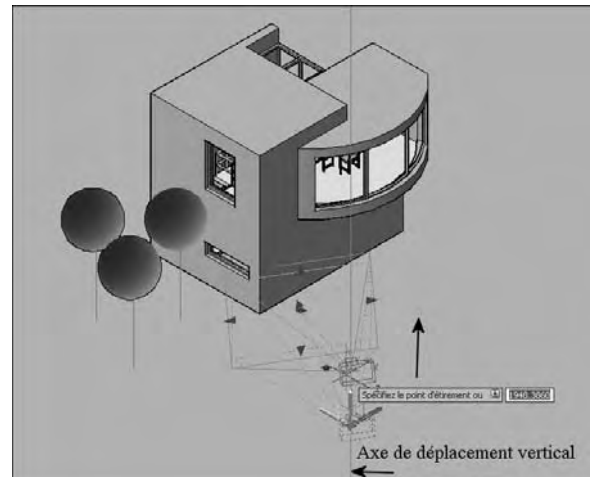

Fig.11.8
- 4 Déplacez la caméra le long de cette ligne ou entrez une distance pour le déplacement vertical (fig.11.8).